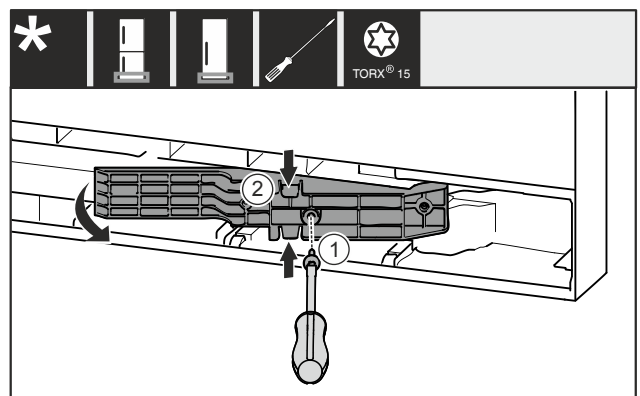

Fig. 22 *
- Schraube Fig. 22 (1) entfernen.*
- Adapterstück Fig. 22 (2) oben und unten leicht zusammendrücken und herausziehen.*